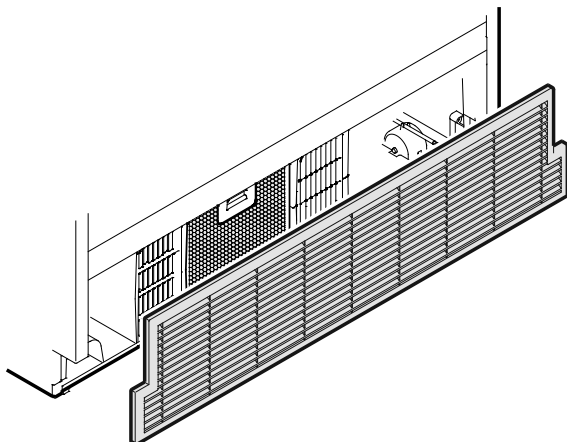

Figure 21
3. Monter la grille de ventilation comme à la **Figure 21**.